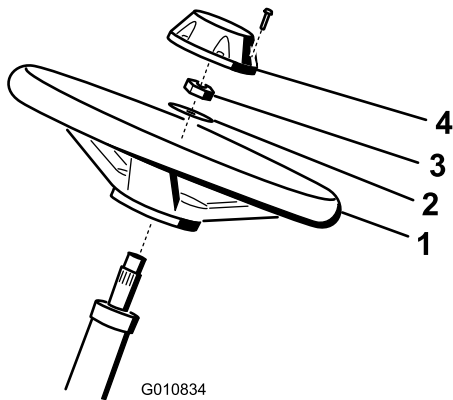

Figure 6
1. Glissez le volant sur l'arbre de direction (Figure 6).
2. Glissez la rondelle sur l'arbre de direction (Figure 6).
3. Fixez le volant sur l'arbre au moyen d'un contre-écrou serré à un couple de 27 à 35 N·m (Figure 6).
4. Montez le couvercle-moyeu sur le volant et fixez-le avec 6 boulons (Figure 6).